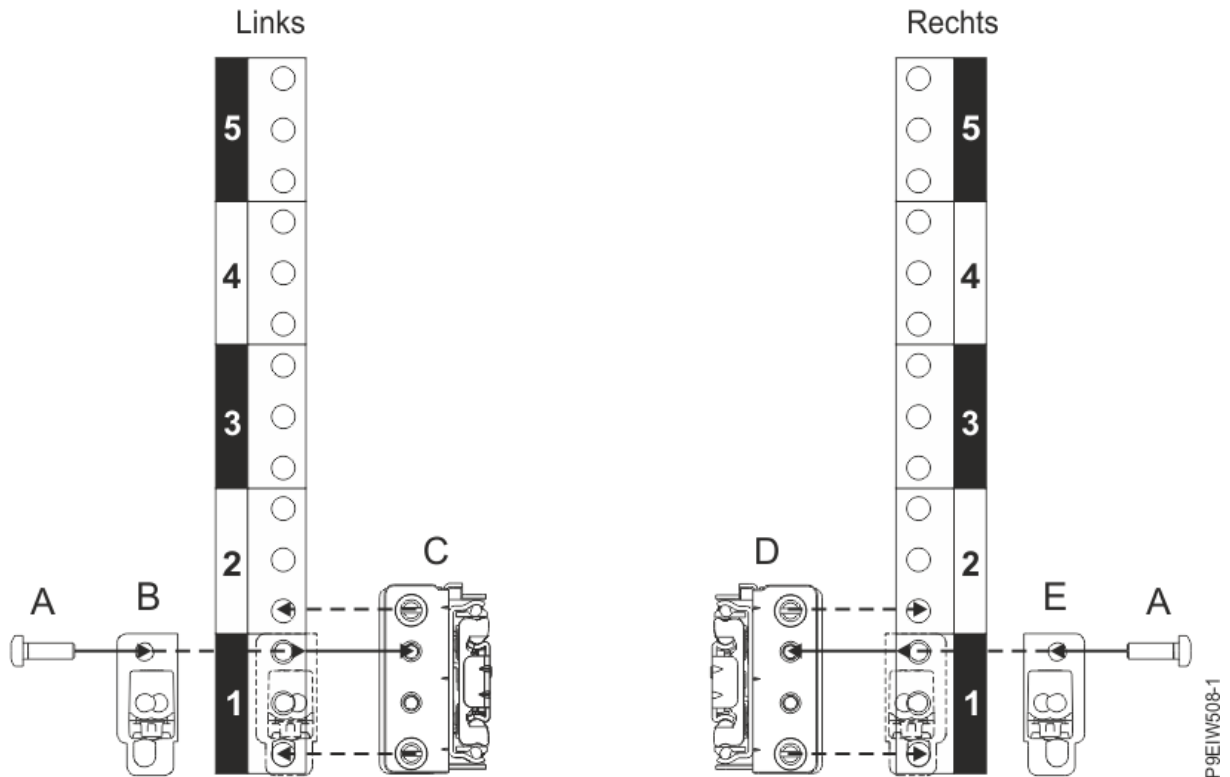

Abbildung 4. Schienen an der Vorderseite des Racks befestigen
2. Positionieren Sie an der Vorderseite des Racks die linke Schiene **(C)** zwischen der linken vorderen und hinteren EIA-Rackmontageleiste (siehe Abbildung 4 auf Seite 6).
5. Positionieren Sie die Zuschlagshalterung (**B**) so, dass sie den vorderen EIA-Platz der Schiene bedeckt (siehe Abbildung 4 auf Seite 6).
7. Wiederholen Sie die Schritte „1“ auf Seite 5 bis „6“ auf Seite 6 für die rechte Schiene (**D**) (siehe Abbildung 4 auf Seite 6). Auf der rechten Schiene ist an der inneren vorderen Position eine Kennung R aufgedruckt.